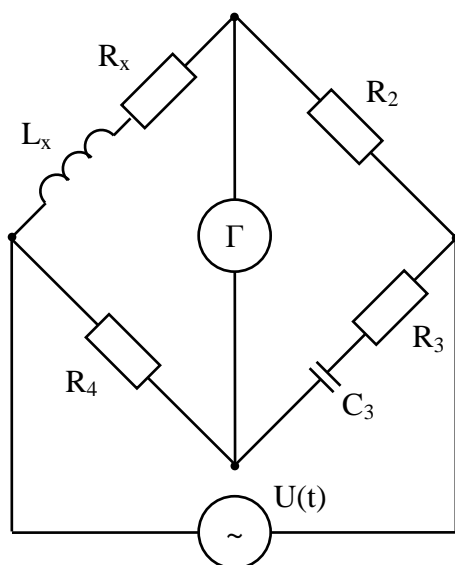

Рис. 8.
22. В схеме моста (рис. 8) измерение тангенса угла потерь $\text{tg} \delta_x$ катушки индуктивности осуществляется при следующих данных: плеча сравнения – $C_3 = 0,1$ мкФ и переменного резистора – $R_3 = 30$ Ом. Какое значение добротности при частоте измерения 1000 Гц?